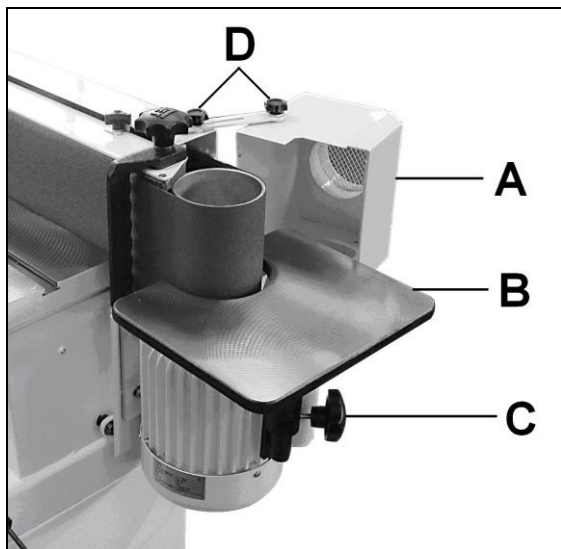

Рисунок 9
Откройте кожух ролика (A, рисунок 9) и затяните 2 фиксирующие ручки (D).